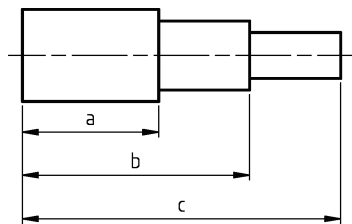

图 1-21 坐标法标注尺寸的零件图
② 坐标法。坐标法是把各个尺寸从一个事先选定的基准开始一一标注。坐标法用于标注需要从一个基准定出一组精确尺寸的零件，如图 1-21 所示。